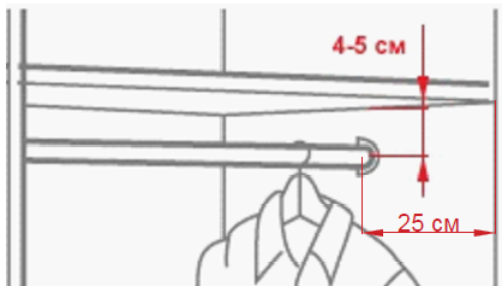

Рис.8 – Схема крепления штанги
6 Прикрепить к боковым стенкам (3,4) и перегородкам (12) держатели трубы овальной шурупами - саморезами 3,5x16 мм, в них вставить – трубу овальную сечением 30x15 (штангу) (с) исходя из рекомендованных параметров (Рис.8).